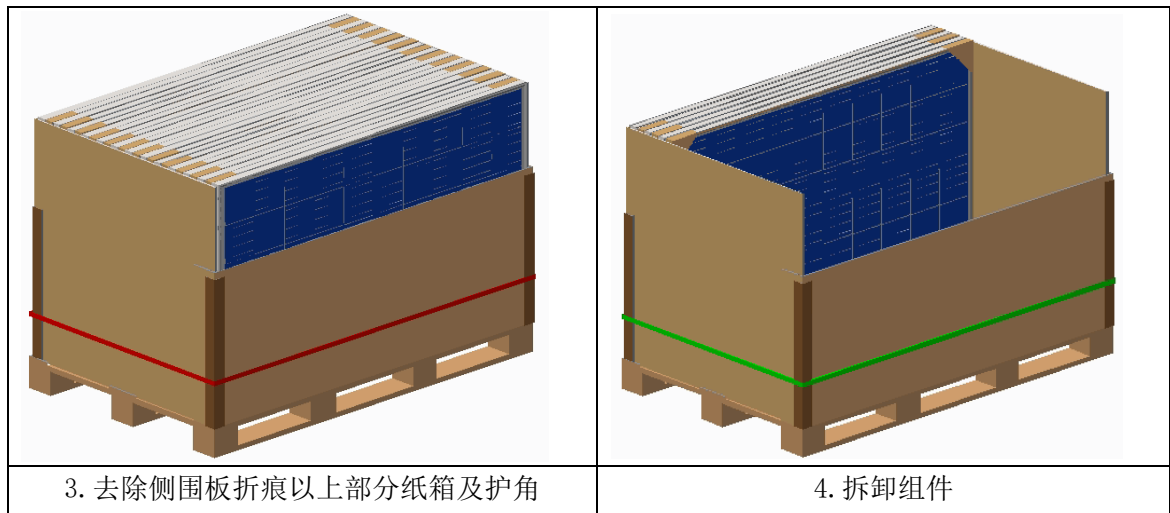

图 4 拆箱过程图
6.1.5 包装箱需按图 4 进行拆箱，禁止野蛮操作或用撬棍插入箱内撬开：